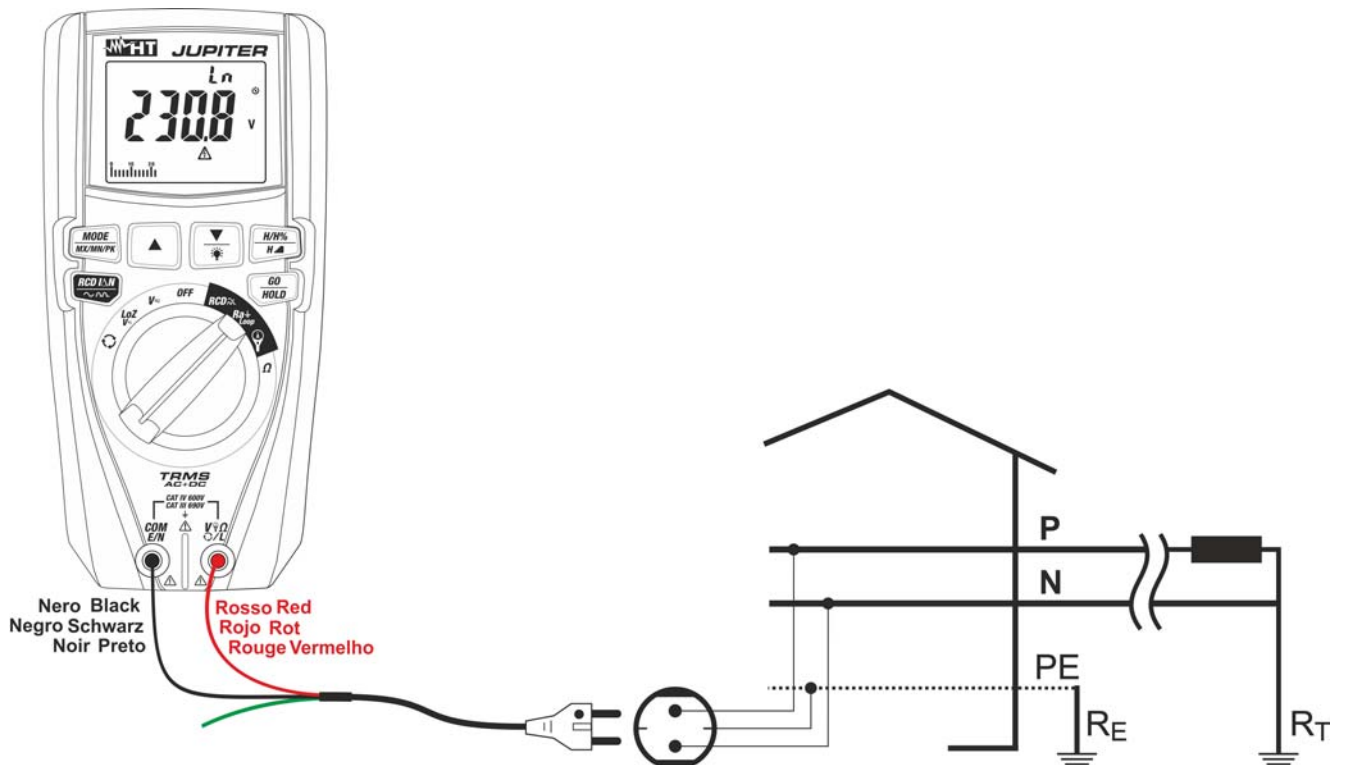

Abb. 25: Verwendung des Geräts zur Messung der Schleifenimpedanz Loop L-N mit Schuko Kabel
7. Zur Messung der Schleifenimpedanz L-N, falls das Kabel mit Schuko Eurostecker benutzt wird, verbinden Sie den roten Leiter mit der Eingangsbuchse $V_{\Omega}L$ und den schwarzen Leiter mit der Eingangsbuchse **COM/E/N**, und verbinden Sie das Gerät mit dem zu messenden Kreis (siehe Abb. 25). Der Spannungswert Phase-Neutral erscheint auf dem Display.